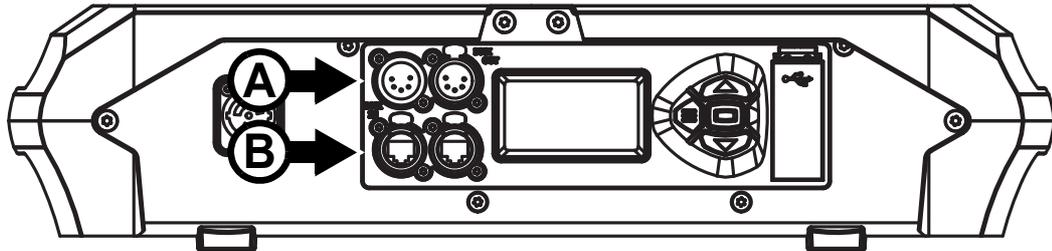

Bild 8: Datenverbinder
- ein Paar XLR-Verbinder (A in Bild 8), und
- ein Paar etherCON-Verbinder (B in Bild 8).
Der MAC Ultra Wash ist mit 5-poligen DMX-Verbindern (siehe A in Bild 8) für DMX- und RDM-Signale ausgestattet. Die Pinbelegung ist wie folgt:
Der MAC Ultra Wash ist mit Neutrik etherCON-Verbindern (siehe **B** in Bild 8) für DMX- und RDM-Signale über Art-Net, sACN und das Martin P3 Videoprotokoll ausgestattet. Jeder Verbinder kann als Eingang, der andere Verbinder als Ausgang verwendet werden.